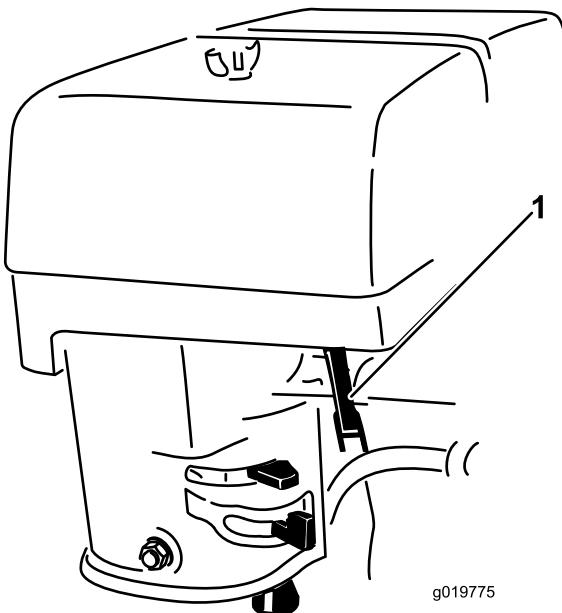

**Figura 13**
3. Mueva la palanca del estárter a la izquierda si el motor esta frío (Figura 13).